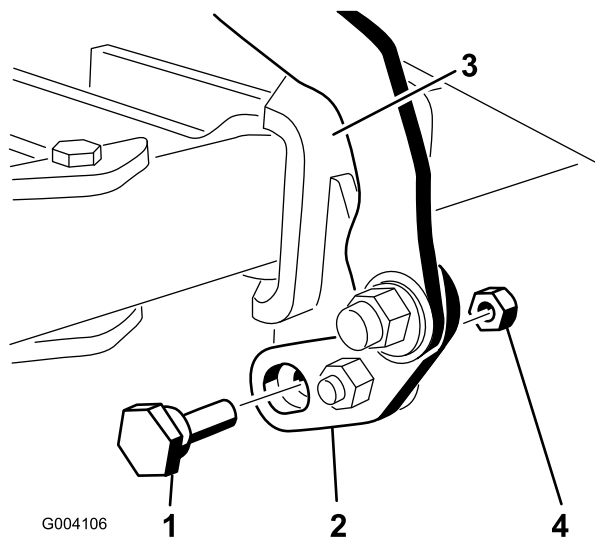
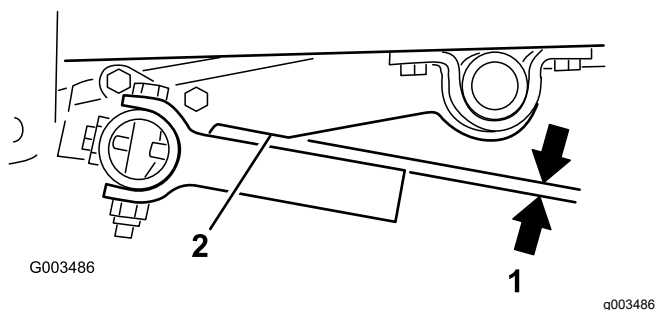

Figura 17
Figura 21
6. Instalezi urubul excentric prin partea inferioară a capătului metalic pivotant i a suportului pivotant i fixai-l folosind o contrapiuliă ($\frac{5}{16}$ ") aa cum se arată în Figura 17.
2. Rotiți urubul excentric în orice direcție până când dinii barei de instrumente sunt paraleli cu creștătura din braul de ridicare (Figura 17 i Figura 21).